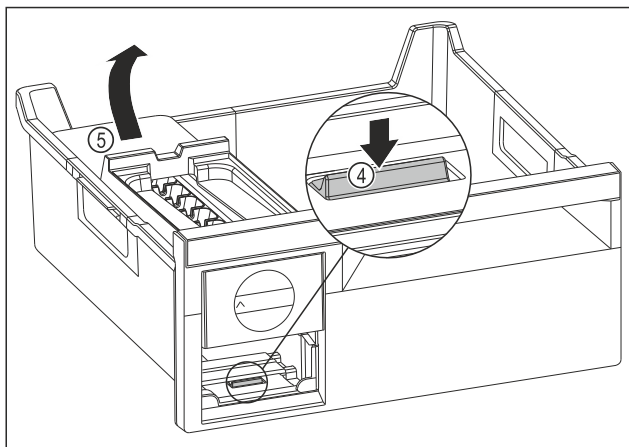

Fig. 104
- EasyTwist-Ice-Korpus entnehmen: Lasche Fig. 104 (4) mit Finger nach unten drücken und gleichzeitig mit der anderen Hand den EasyTwist-Ice-Korpus Fig. 104 (5) von hinten anheben.